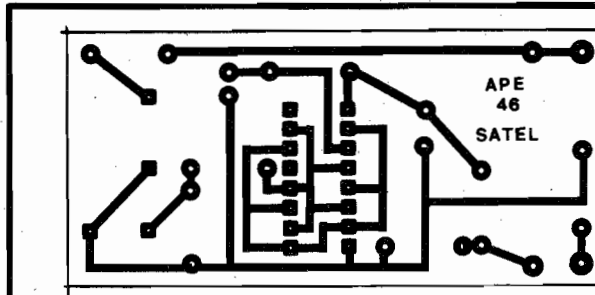

Fig.2
- FIG. 2 - LAY OUT DO CIRCUITO IMPRESSO ESPECÍFICO - Tão simples quanto o próprio circuito ao qual serve de base, elétrica e mecanicamente fa-